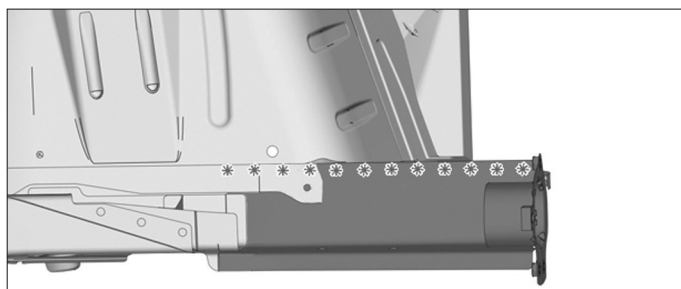

FIG. 215
- Fraiser les points de soudure (Fig.215).